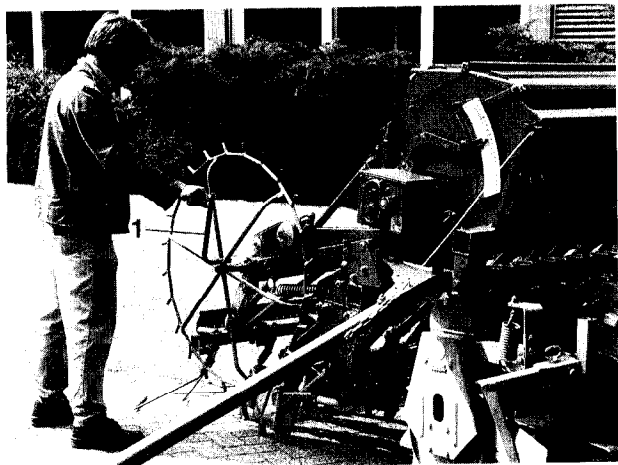

Fig.38
- Indsåningssvinget (Fig.38/1) sættes i profilhullet i trækhjulet, og drejes mod højre, indtil der falder såsæd ned i tømmetruget fra alle såhuse (Fig. 39/3). **Tømmetrugene skal fyldes én gang før man starter med indsåningsprøven, hvorefter de tømmes ned i såkassen.** Ved frøsorter skal tømmetrugene ikke fyldes helt; man kan nøjes med ca. 200 håndsvingsomdrejninger.